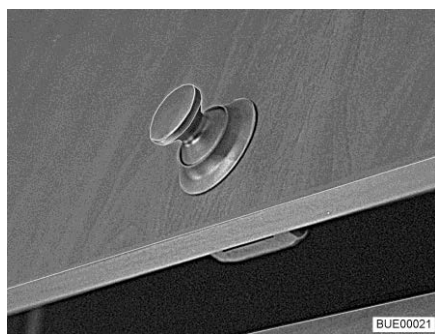
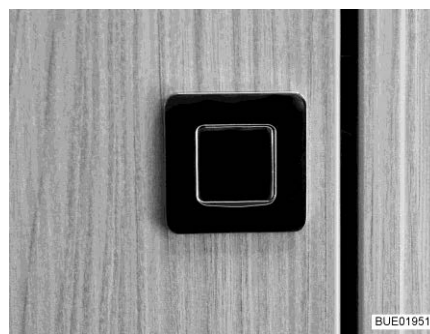

Fig. 41 Sportello del mobile con bottone automatico rotondo
Fig. 42 Sportello del mobile con bottone automatico rettangolare
- Esercitare una pressione sulla parte interna della serratura. Il bottone automatico (Fig. 41 o Fig. 42) scatta all'infuori.